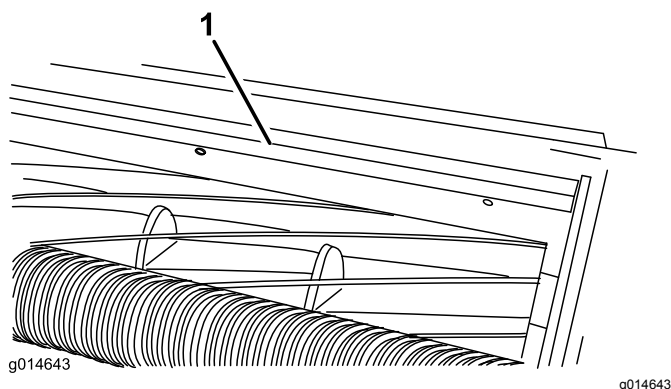

Рисунок 23
1. Ослабьте винты крепления верхней планки (Рисунок 23) к режущему блоку.